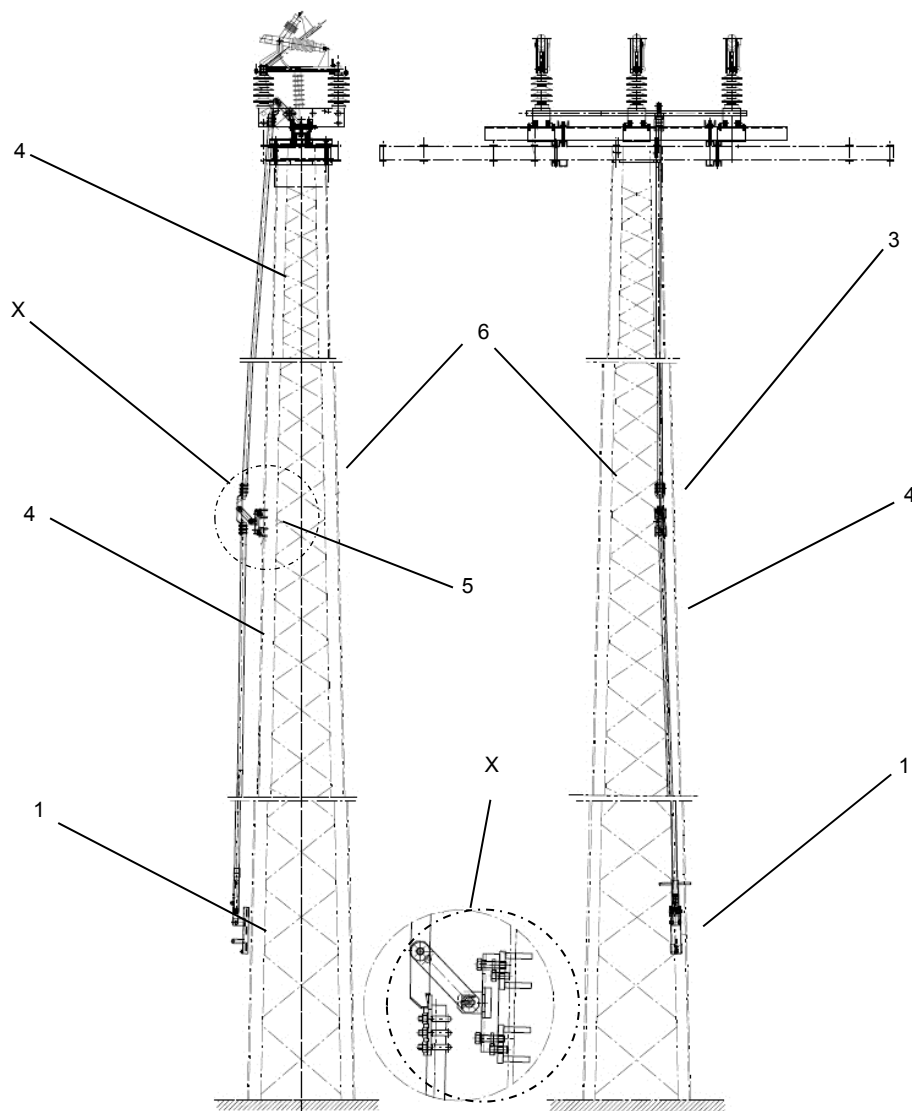

Bild 2 / Pic. 2
Bild 2 zeigt ein Montagebeispiel für Freiluft Handantrieb (1), Schaltgestänge (4), Führungslager (5), montiert am Gittermast (6).
Fig. 2 shows an installation example for an outdoor hand drive (1), switching rod (4), guide bearing (5), installed onto lattice pole (6).